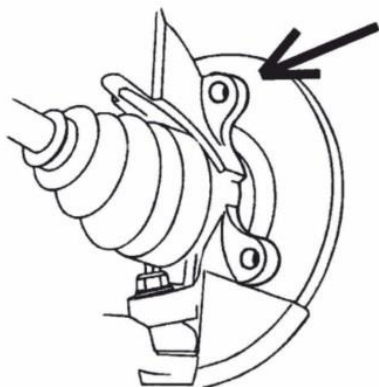

Рисунок 7
7.2.1 См. рис. 7 и 8, на них показаны отверстия для крепления суппорта